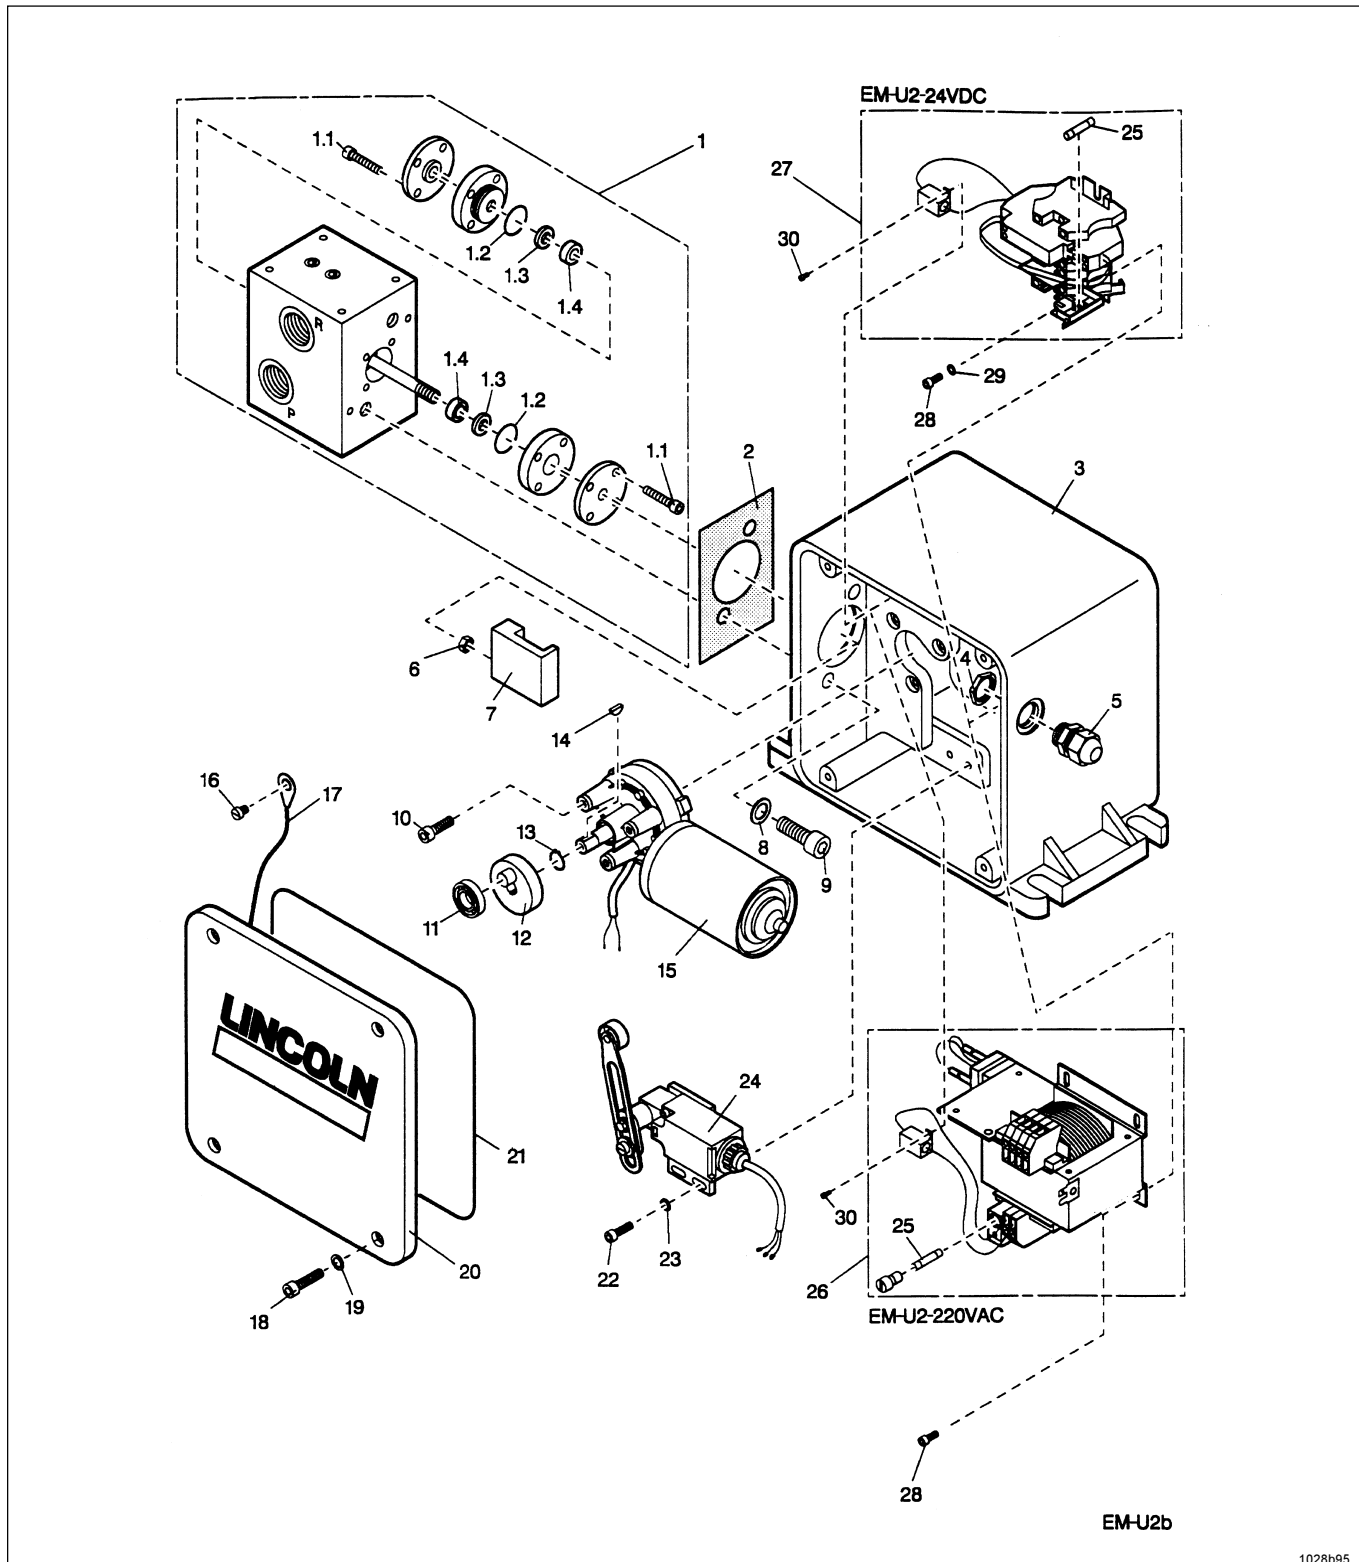

Fig. 12 : pièces de rechange
| • Piston ou boîtier d'inversion usé | • Remplacer le boîtier d'inversion (voir fig.12, rep. 1). |
- L'excentrique continue de fonctionner après l'impulsion donnée par le commutateur de position. Vérifier le câblage intérieur de la barrette à bornes (version 24 V c.c. : voir fig. 12, rep. 27) ou du redresseur (version 230 V c.a. : voir fig. 12, rep. 26). Si nécessaire, remplacer la barrette à bornes ou le redresseur.